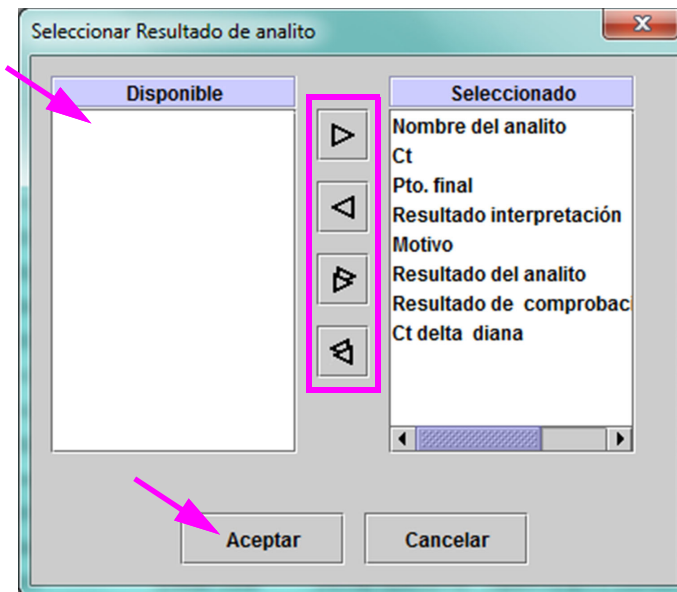

Figura 5-58. Seleccione el cuadro de diálogo Analyte Result (Resultado de analito)
- El botón **Analyte Result (Resultado de analito)** permite al usuario seleccionar información específica para incluirla en el apartado Analyte Result (Resultado de analito) del informe (consulte la figura 5-58).